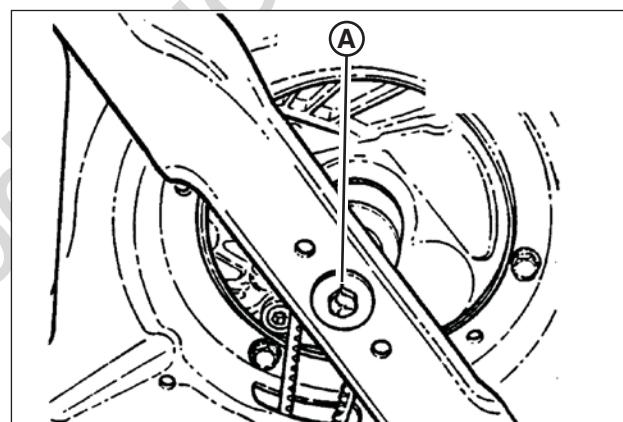

Figure 18 : Serrage du capuchon vis de la lame
2. Basculer la tondeuse sur ses roues arrières pour accéder au capuchon vis de la lame (**A**, Figure 18). Ne pas basculer la tondeuse du côté de la bougie ou du carburateur.